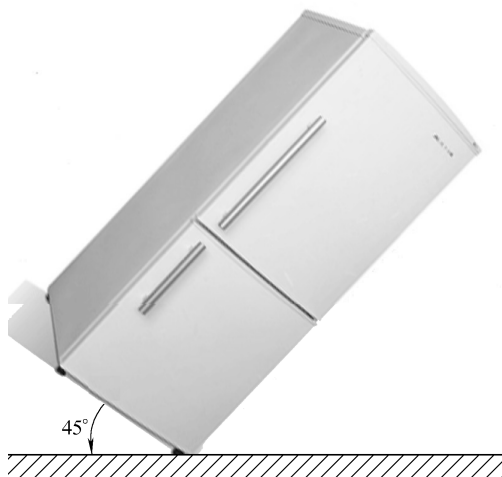

图 3-75 电冰箱搬运时的倾斜度
2) 搬运时，应使电冰箱始终保持直立的位置平稳地移动。箱体的倾斜切勿超过  $45^{\circ}$ （见图 3-75），并且严禁倒置。若电冰箱倒置，则一方面会使压缩机底